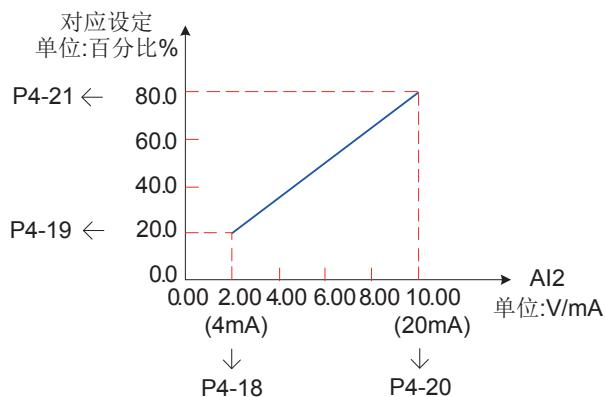

图 6-13 AI 曲线 2 设定
- 曲线 2 与曲线 3 的设置方法，与曲线 1 的设置方法相同。曲线 2 的相关参数为 P4-18~P4-21，曲线 3 的相关参数为 P4-23~P4-26。如图 6-13 所示对应 AI 曲线 2 的设定。